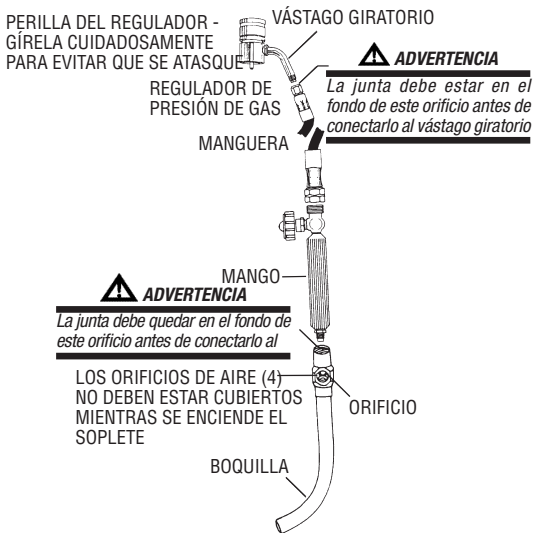

Figura 2: Soplete Aerocombustible Asamblea De la Serpiente
9. Si usted tiene un conjunto o manguera de soplete aerocombustible, revise el interior de la conexión de la manguera para asegurar se que la junta pequeña se encuentra en su lugar antes de conectarlo al vástago giratorio. (La figura 2).